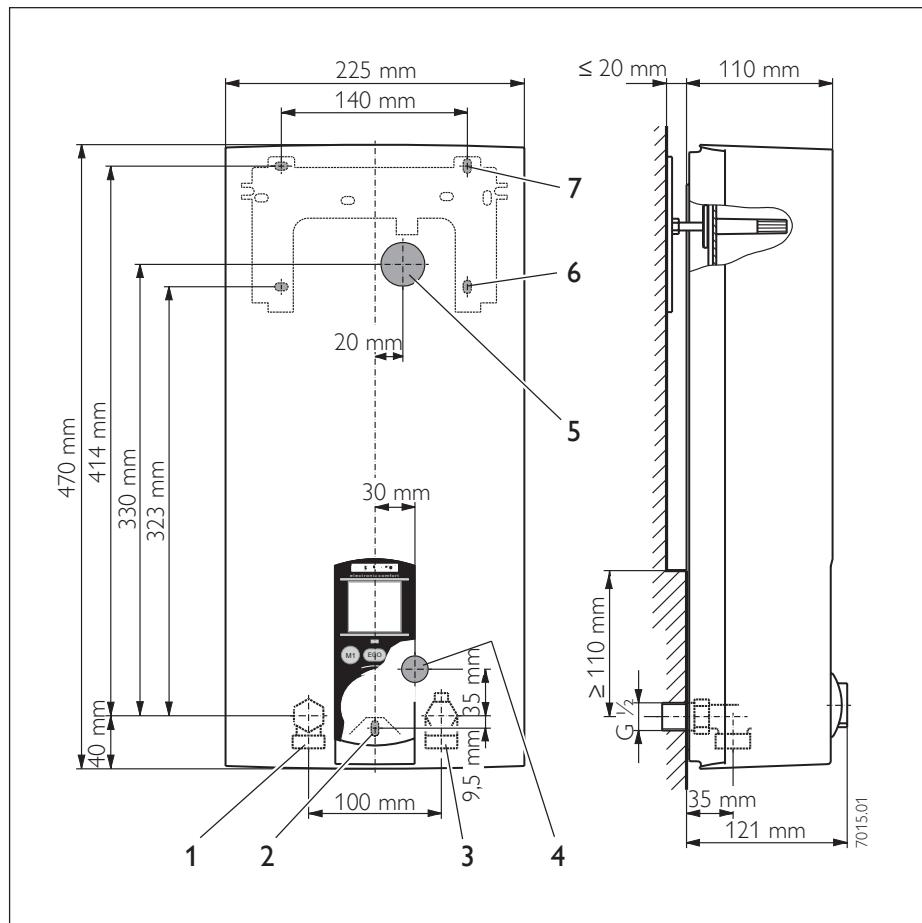

Abb. 10 / Fig. 10 / Afb. 10
- Das Gerät im unteren Bereich wandbündig montieren (Maß ≥ 110 mm in Abb. 10 beachten). Gerät auch unten befestigen (Abb. 10, Pos. 2).
Legende Abb. 10
- Mount the unit flush with the wall at the lower end (note the dimension of ≥ 110 mm in Fig. 10). Also fasten the unit at the bottom (Fig. 10, item 2).
Key to fig. 10
- Prévoir le montage à fleur du mur (respecter la cote ≥ 110 mm, fig. 10). Fixer également l'appareil en bas (Fig. 10, pos. 2).
Légende de la figure 10